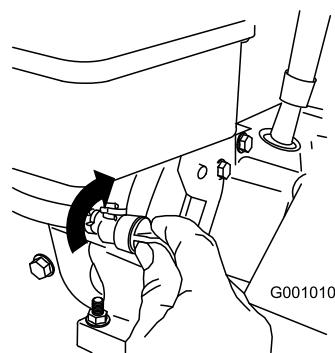

Figura 27
- Girate la valvola d'intercettazione del carburante per chiuderla (Figura 27).